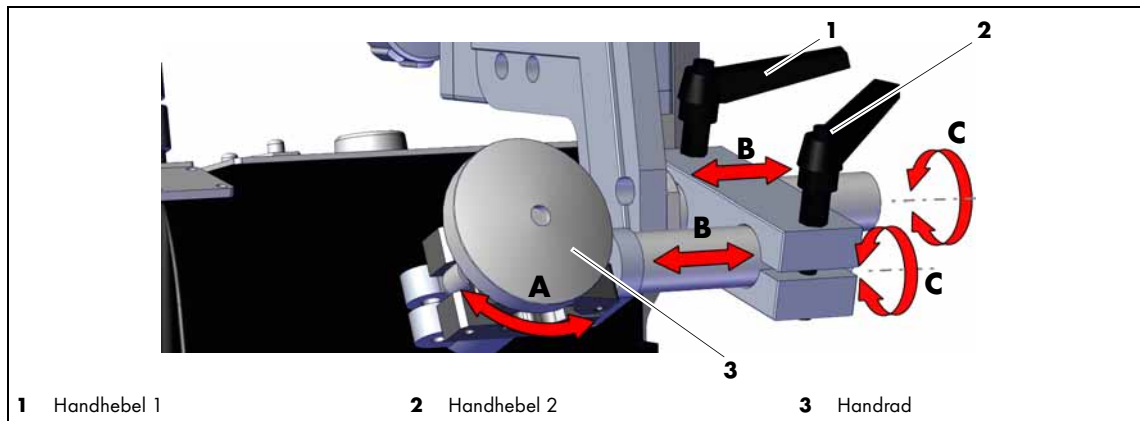

Abb. 12 Einstellmöglichkeiten für die Position und die Neigung des Schweißbrenners
- 2 Die gewünschte Neigung (Abb. 12, Pos. C) und Rechts-Links-Position (Abb. 12, Pos. B) des Schweißbrenners durch Lösen der Handhebel (**1**), (**2**) und manuelles Kippen des Schweißbrenners einstellen. Anschließend die Handhebel (**1**), (**2**) wieder fest stellen.
- 3 Den gewünschten Winkel (Abb. 12, Pos. A) des Schweißbrenners zu dem zu schweißenden Bauteil durch Lösen der Innensechskantschraube (**5**) und manuelles Drehen des Schweißbrenners einstellen. Anschließend Zylinderschraube (**5**) wieder fest stellen.